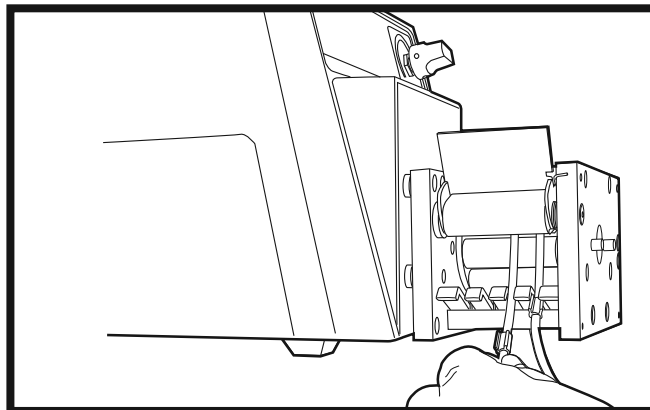

Figure 7. Placez le collet de butée du tube dans l'encoche pour l'assurer.
3. Placez le collet de butée du tube dans l'encoche pour l'assurer (Figure 7).